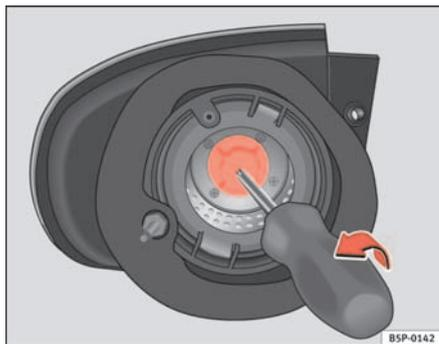

Fig. 184 Feu clignotant
- Retirez le porte-lampes du clignotant à l'aide d'un tournevis dans le sens de la flèche (voir ⇒ fig. 184).